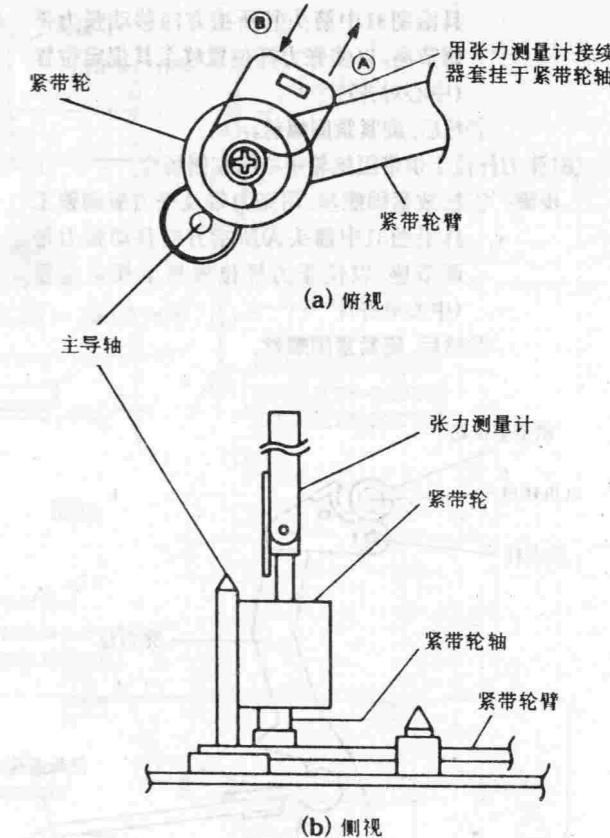

图30
- 步骤: ①拆去磁带盒室控制机构;
②触按再现键(PLAY), 置录像机于再现状态;
③通过张力测量计, 用一手指沿图30中箭头(a)所示;
④通过套挂张力测量计接续器将张力测量计置于紧带轮轴上;
⑤慢慢放松施于手指的压力, 让紧带轮渐渐靠拢主导轴, 在紧带轮与主导轴相触的瞬间, 测量计上的读数就是所要计测的压力值;
⑥检查所测压力值是否在 $1000 \sim 2000 \text{ g}$ 的规定范围内。